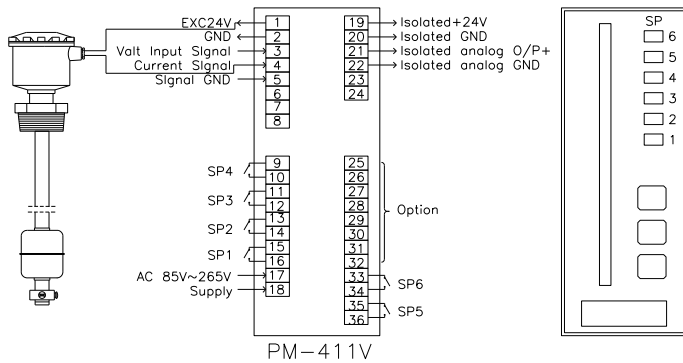

图1
- 1、二线制液位计为三线制液位计外加一变送器，将电阻信号转换成 4mA~20mA DC 电流信号输出，接线为：电源 + 24V DC 接液位计 + 24V 端子，电源负极接液位计 O/P 端子，将电流表串到电源与液位计中，实现 4mA~20mA DC 测量；配合光棒电表接线图，见图 1。